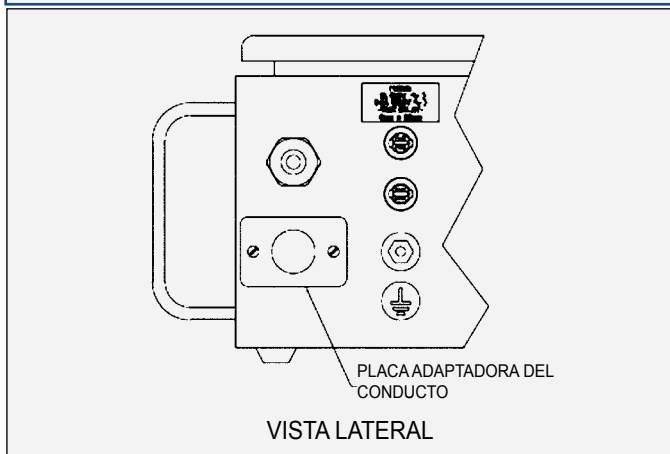

Figura 11: Instalación de la placa adaptadora del conducto
3. Instale una placa de adaptador de conducto (consulte la sección de Accesorios) en el orificio donde se retiró el receptáculo de entrada de CA (ver la Figura 11).